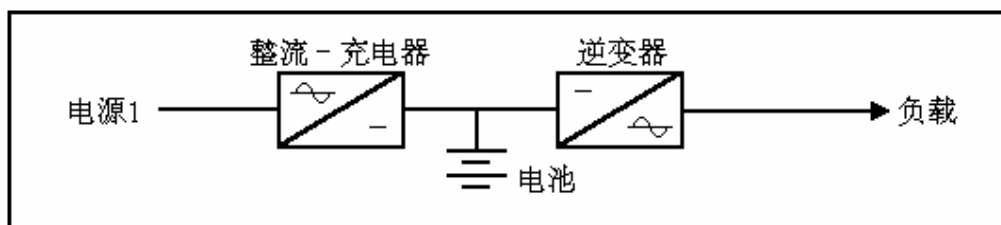

图2. 带电池后备电源的频率转换器或并联RCIB支路
2. 带后备电池的频率转换器或并联UPS系统中的RCIB支路 (图2);